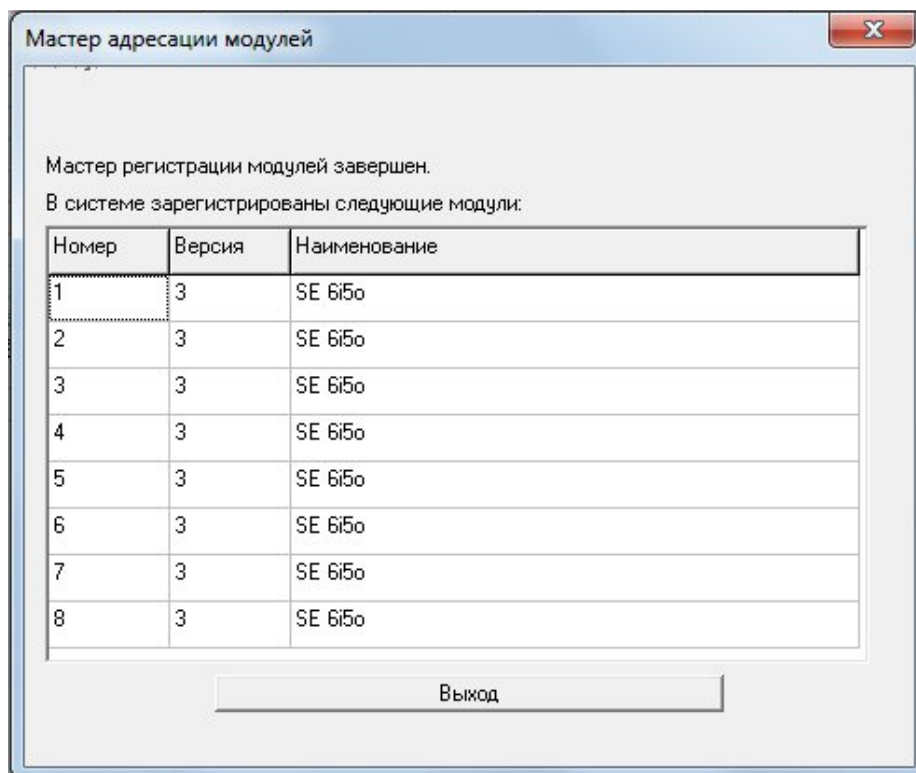

Рис.5
4. После адресации всех модулей нажать кнопку «Завершить мастер адресации модулей». Программа выдаст информацию по всем адресованным модулям системы с которыми сможет работать контроллер Alpha SE. (см. Рис. 5)